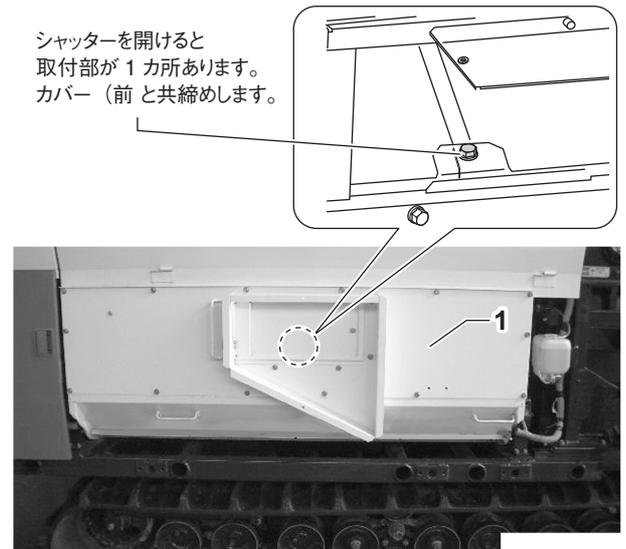

図 2-5
3. カバー (前 (1) をボルトM8×16 (16本) で組み付けます。(図 2-5)